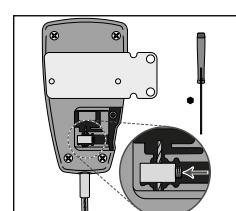

Fig. 6
5. 5. Løsn sikkerhedsskruen til keglepunktet med en sekskantskruetrækker to til tre omgange, og skub kabelslutningsblokken på det indre kabel (se Fig. 6).